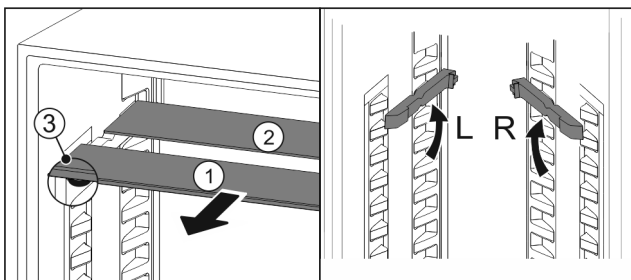

Fig. 69
- ▶ Glasplatten einzeln nach vorne herausziehen Fig. 69 (1).
- ▷ Glasplatte Fig. 69 (1) mit Zierleiste liegt vorne.
- ▷ Stopps Fig. 69 (3) zeigen nach unten.